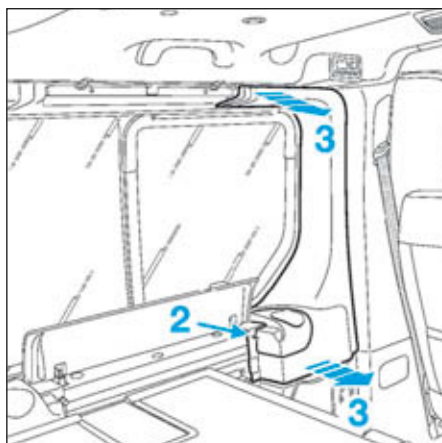

FIG.42
- Dévisser la butée de tablette (2) (Fig.42).
- Déclipper la garniture (3).